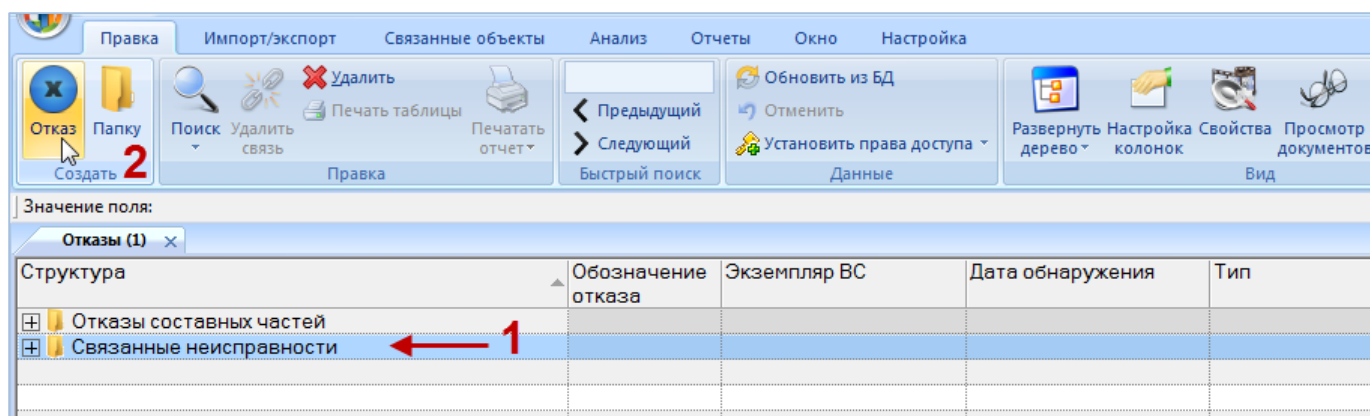

Рис. 13-250 – Рабочее окно «Отказы»
2) После этого откроется рабочее окно «Отказы», в котором выводится перечень всех отказов, которые имеются в базе данных (рис. 13-250).
- 3) Выбрать папку или любую из размещенных в ней отказов (1 на рис. 13-250).
- 5) Нажать кнопку «Отказ» панели «Создать» (2 на рис. 13-250).